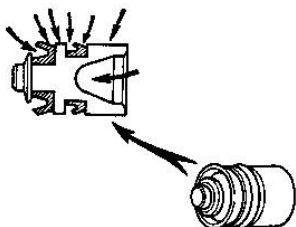

Рис. 3-18.
- нанесите тонким слоем тормозную жидкость на поверхности указанные на рис. 3-18.